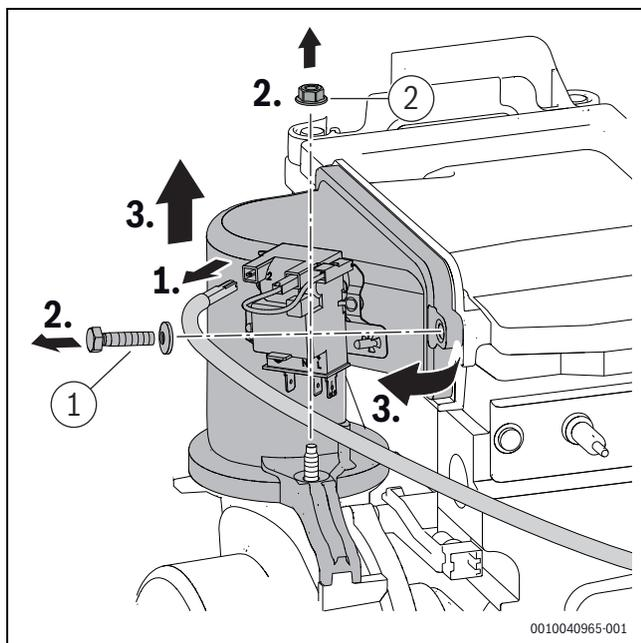

Fig. 44 Démontez le dispositif de mélange
- ▶ Serrer les vis et l'écrou ([1] et [2], fig. 44) du dispositif de mélange à 5,5+0,5 Nm.